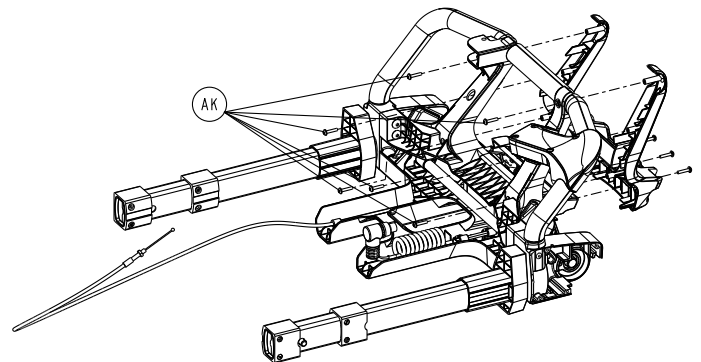

Figure 88 – Retirer les vis du boîtier du côté pieds
8. À l'aide d'une clé Torx T20, retirer les six vis de taraudage à tête ronde à embase (AK) de l'arrière du boîtier du côté pieds (Figure 88). Conserver les vis.